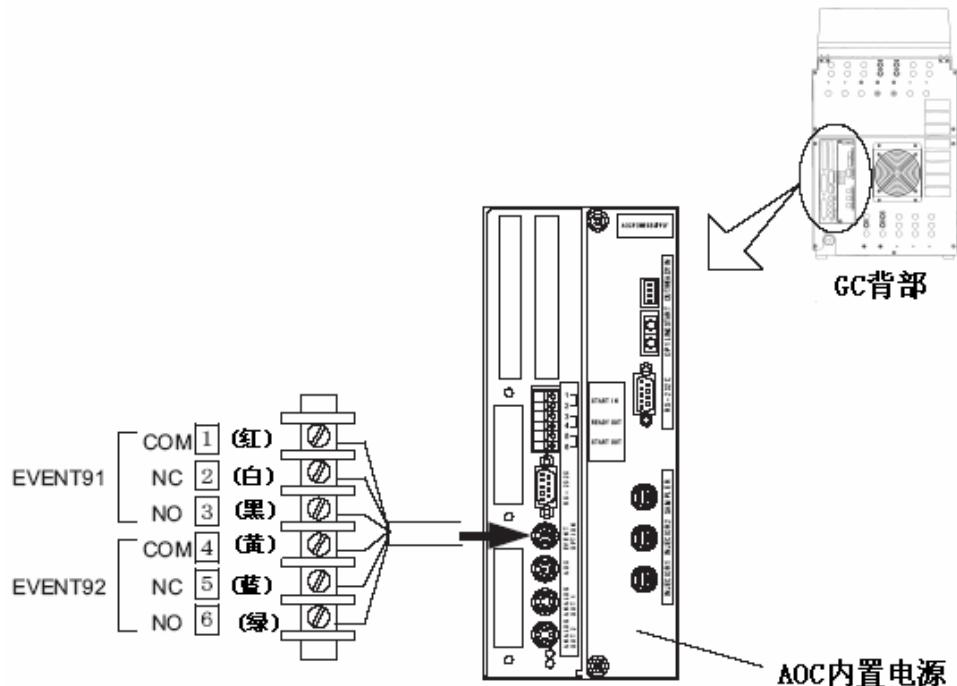

图. 2.6.1 继电器电线连接
例如, 如果图.2.6.1中电线连接在 **①**COM和**③**NO found, 会通过EVENT91连接或根据